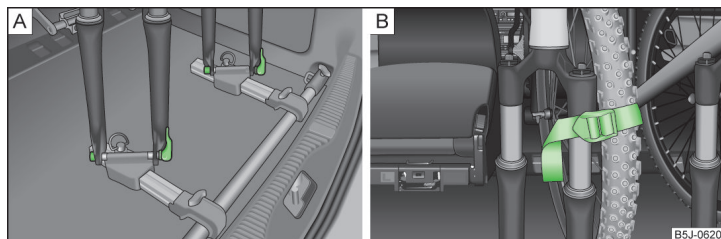

Fig. 74 Inserire la bicicletta / Esempio di fissaggio della ruota anteriore
- Posizionare la forcella della bicicletta sull'asse di fissaggio e fissarla con l'unità di serraggio rapido » **fig. 74 - A**.
- Se possibile, inserire la ruota anteriore smontata tra il pedale sinistro e il telaio della bicicletta stessa e quindi fissarla con una cinghia sulla forcella anteriore » **fig. 74 - B** o a uno degli elementi di fissaggio.